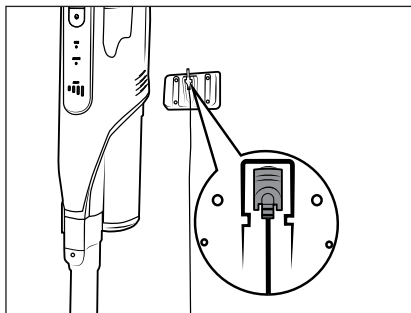

Fig. 6
- ◆ Sæt støvsugeren i vægholderen **13** ovenfra, så hulstikket **11** går ind i ladestikket **3** på undersiden af produktet. Batteriindikatoren **26** begynder at blinke, og opladningen starter (se fig. 6 og 7).